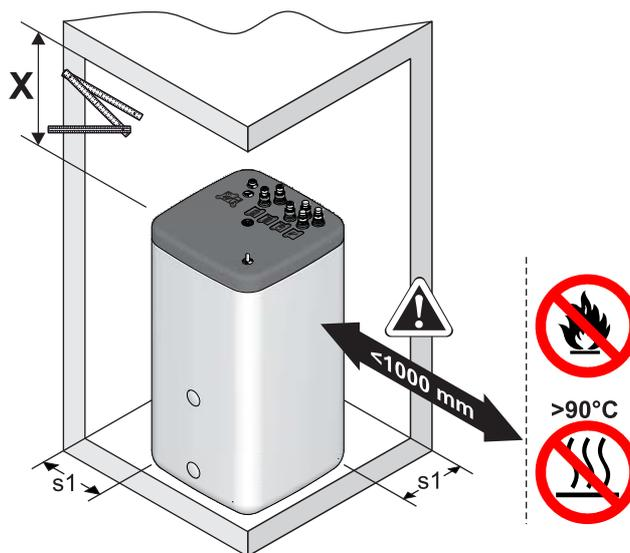

Fig. 4-2 Installer l'accumulateur d'eau chaude (présenté sur le EKHWP)
- Installer le ballon d'eau chaude sur l'emplacement d'installation. **Distance recommandée** au mur (s1) : ≥ 200 mm (fig. 4-2).